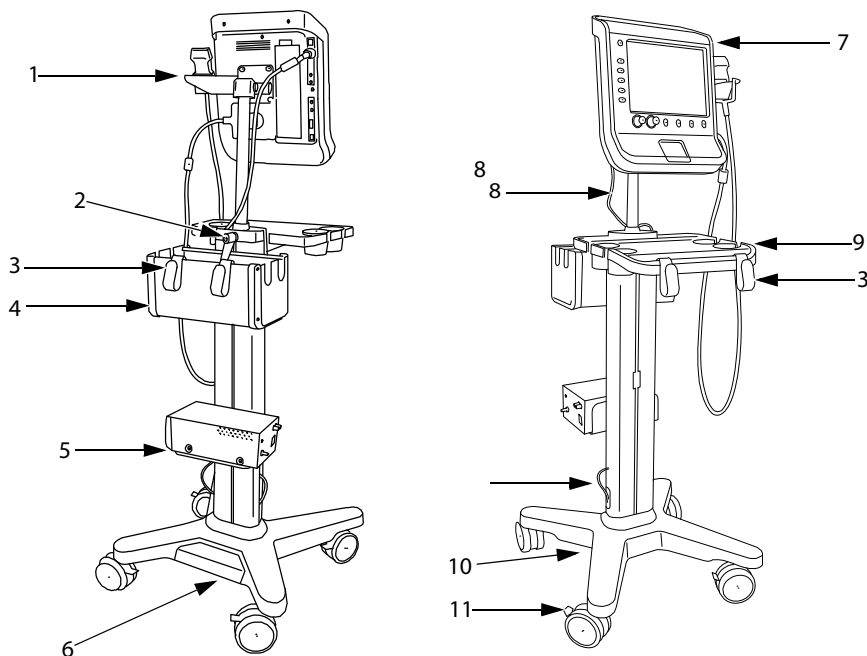

Figura 1 Pedestal V-Universal: vistas frontal e posterior (mostrado com o sistema de ultrassom S Series e com impressora, cesto e bandeja opcionais)
- ❖ Conecte os seguintes cabos. Consulte a Figura 1 na página 3.